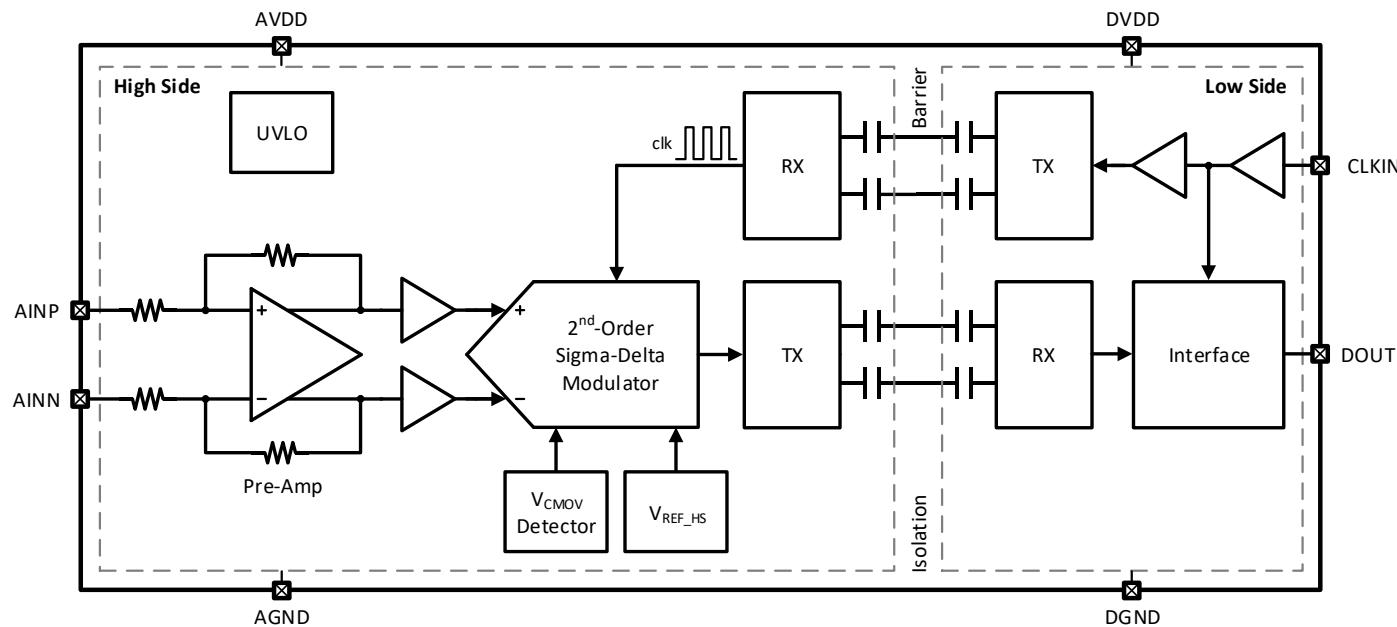

图 8-1 CA-IS1306x 功能框图
CA-IS1306x 器件是一系列基于分流电阻的电流检测而优化的高精度隔离式 Sigma-Delta ($\Sigma\Delta$) 调制器。功能框图如图 8-1 所示。在高边，全差分运放先对分流电阻上的压降预放大然后驱动二阶 Sigma-Delta ($\Sigma\Delta$) 调制器。该调制器将模拟信号转换成 1 位的数位流。为了在基于二氧化硅的隔离层的信号传输，数位流通过使用简单的开关键控 (OOK) 调制方案和高频载波进一步调制。接收机 (RX) 在低边将接收到的调制信号恢复成原始的数位流。为了整个芯片的同步，外部时钟被发送回高边，确保所有的时钟同源。输出位流与外部时钟在 CLKIN 引脚处同步。在额定输入范围内，串行位流中 1 的密度和模拟输入电压幅度成正比（详见数字输出和编码小节）。外部时钟输入有助于在系统层面的多通道电流检测的同步。